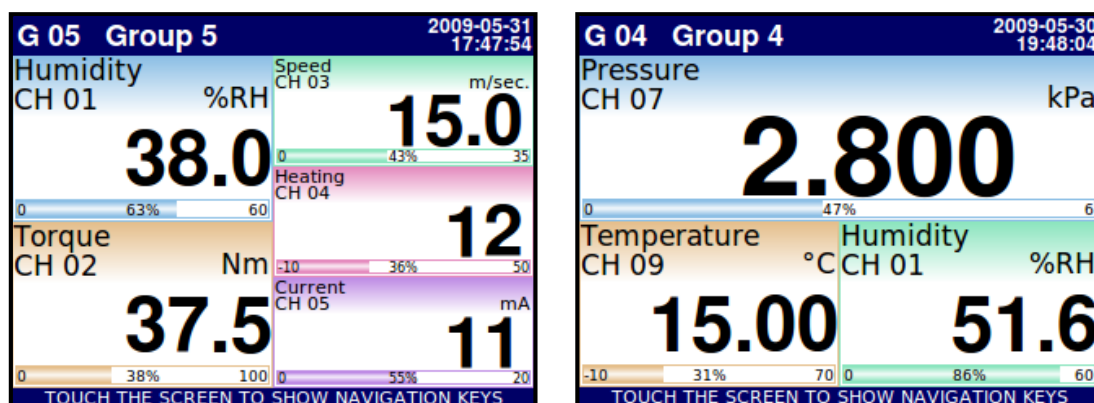

Abb. 6.6 Beispiele für die Ansicht Zahlenwerte
Der größte Teil des Bildschirms dient zur Visualisierung der Kanäle. Die Daten können unterschiedlich dargestellt werden (als Zahlenwerte, Kennlinien, Balken und Zeiger). Alle Kanäle der aktuellen Gruppe werden gleichzeitig in derselben Ansicht angezeigt. In der aktuellen Software-Version ist es nicht möglich, in einer Darstellung unterschiedliche Ansichten zu verwenden. In den Abb. 6.6 - 6.11 werden Beispiele für verschiedene Ansichten dargestellt. Der Wechsel zwischen den Visualisierungsmodi erfolgt über den Aufruf der unteren Navigationsleiste und Drücken der Tasten **[ANSICHT↑]** oder **[ANSICHT↓]**, (siehe Kapitel: **Navigationsleiste**).
- als Zahlenwerte, Abb. 6.6